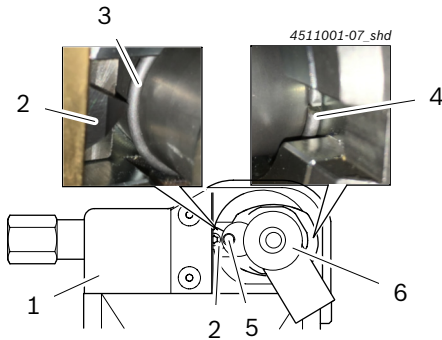

Fig. 8: Den riktige posisjonen til låseringen
4. Drei åpningen til sprengringen (Fig. 8, pos. 4) til motsatt side av den største veggtykkelsen.
- ⇒ Sprengringen (Fig. 8, pos. 3) er posisjonert nøyaktig på høyde med vendeskjæreplaten (Fig. 8, pos. 2).